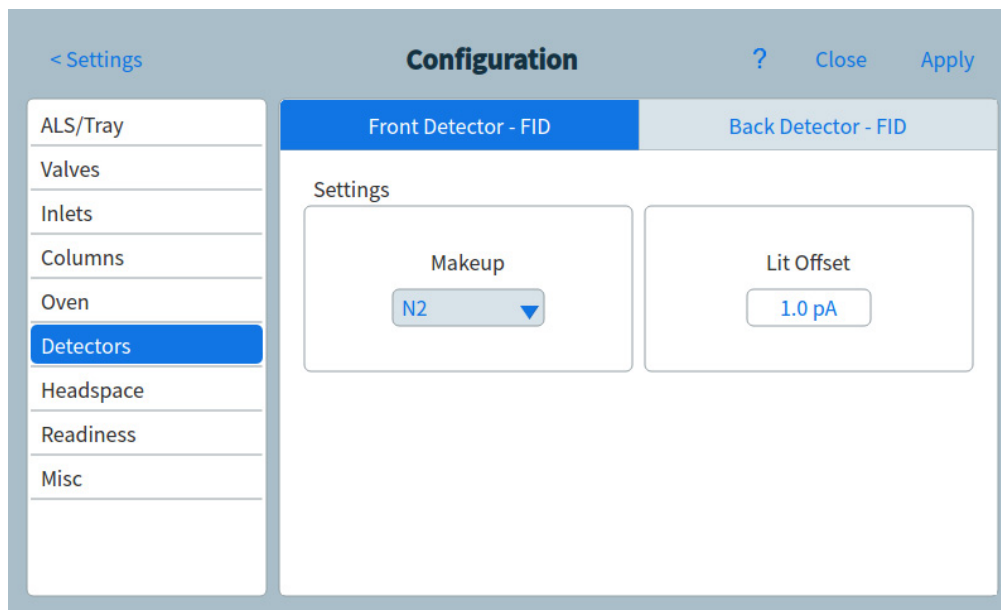

Figure 69. Page Détecteurs
- 1 Sélectionnez **Paramètres > Configuration > Détecteurs**, puis sélectionnez l'onglet pour le détecteur à configurer.. Voir **Figure 69**.